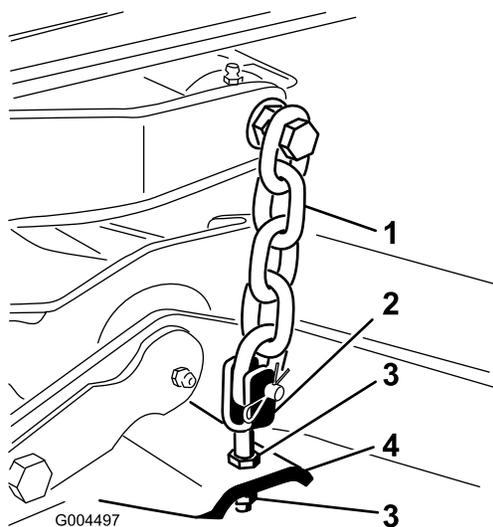

Bild 5
8. Stellen Sie die Klemmmuttern ein, mit denen die Mähwerkabeln bzw. -ketten am Mähwerk befestigt sind, bis das Mähwerk nivelliert ist (Bild 5).
7. Stellen Sie die Klemmmuttern ein, mit denen die hinteren Joche bzw. Ketten (Bild 5) befestigt sind, um das Mähwerk hinten anzuheben, sodass die Messerneigung auf 8 mm bis 11 mm (5/16" bis 7/16") eingestellt ist.